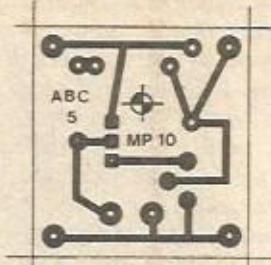
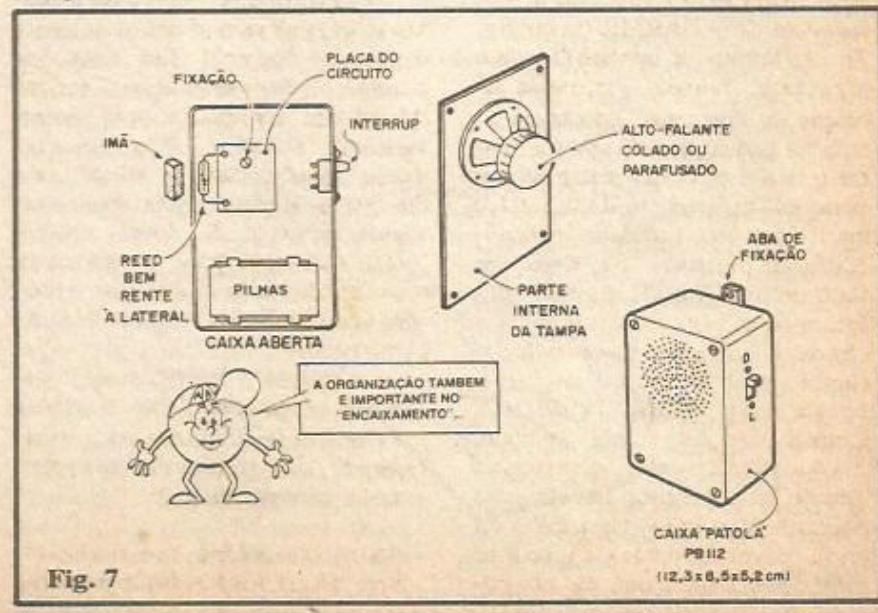
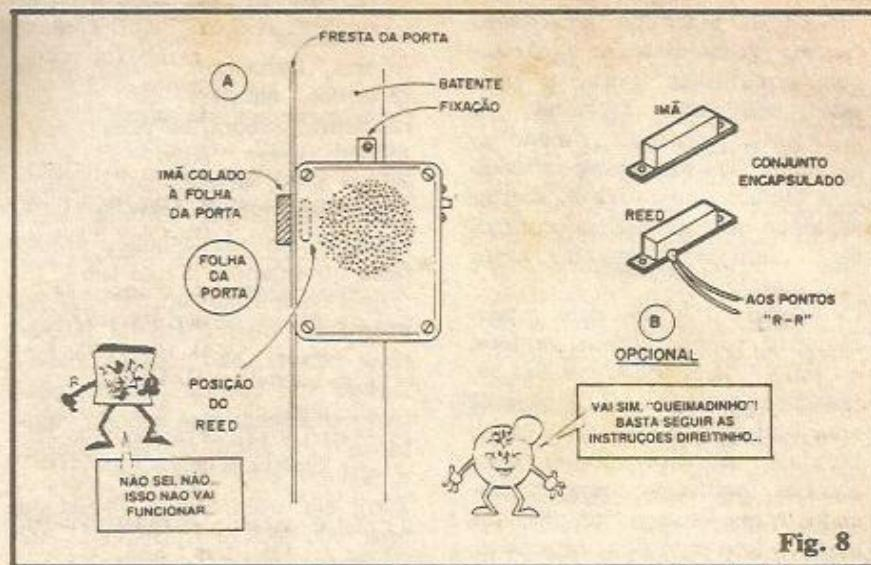

Fig. 3
Fig. 7
Fig. 8
- FIG. 3 - Agora, finalmente, os Leitores/Alunos começam a penetrar, na prática, na Moderna Eletrônica! É a primeira plaquinha de Circuito Impresso do nosso "Curso" (simples e elementar, como deve ser todo começo...). A figura mostra, em tamanho natural (ou, como se diz tecnicamente, em escala 1:1...) de modo que possa ser copiada ou "carbonada" diretamente, o lay out, ou seja, o padrão específico de ilhas e pistas cobreadas necessárias às interconexões dos componentes do cir-
- FIG. 7 - "Encaixando" o ALARME. Usando o container (PB112) listado em "DIVERSOS/OPCIONAIS", o acabamento ficará "profissional", além de tornar fácil a acomodação e instalação final. A figura mostra, inicialmente, a caixa aberta, vendo-se, no seu interior, as posições ocupadas pelo suporte com as pilhas, interruptor e - principalmente - a placa do circuito. Esta deve ser fixada por um parafuso (está prevista a marca de furação para tal parafuso - ver figs. 3 e 4), de modo que o REED fique paralelo e encostado à parte interna da lateral da caixa. Essa disposição é FUNDAMENTAL para o correto funcionamento e perfeita sensibilidade do interruptor magnético, de modo que "por fora" da caixa, a aproximação do imã possa, em repouso, situá-lo à menor distância possível do REED (idealmente
**FIG. 8 - Instalação e uso.** É muito fácil instalar o ALARME PARA PORTAS E JANELAS, conforme mostra a figura. A caixa, em si, deve ser fixada (através de uma pequena aba ou braçadeira, encontrável em lojas de ferragens ou de materiais de construção) com parafuso, ao batente ou esquadria da porta ou janela a ser controlada, de modo que a lateral do dispositivo fique **rente**, à fresta normalmente determinada pelo distanciamento entre a folha da porta - fechada - e o dito batente (obviamente, sem que essa fixação atrapalhe o livre "abre-fecha" da folha da porta, ou janela). O imã permanente, por sua vez, deve ser colado à própria folha da porta (ou parte móvel da janela) de modo que, estando a porta (ou janela) fechada, o magneto confronte diretamente a posição internamente ocupada pelo REED, lá dentro da caixa do ALARME (ver fig. 7). Em termos de confiabilidade e segurança, convém que, nessa situação de "repouso" (porta ou janela fechadas) a distância real entre o imã e o REED seja a menor possível (tipicamente de 0,5 a 1,0 cm.). Uma vez instalado e fixado conforme ilustra a fig. 8-A, um teste definitivo pode ser feito: colocam-se as pilhas no suporte, fecha-se a caixa e liga-se o interruptor geral (na lateral da caixa, oposta à que contém o REED...). Com a porta (ou janela) fechada, o ALARME deve permanecer "mudo"... À menor tentativa de abertura (bastando que a folha ou parte móvel da porta ou janela se afaste por 1 ou 2 cm. da sua po-